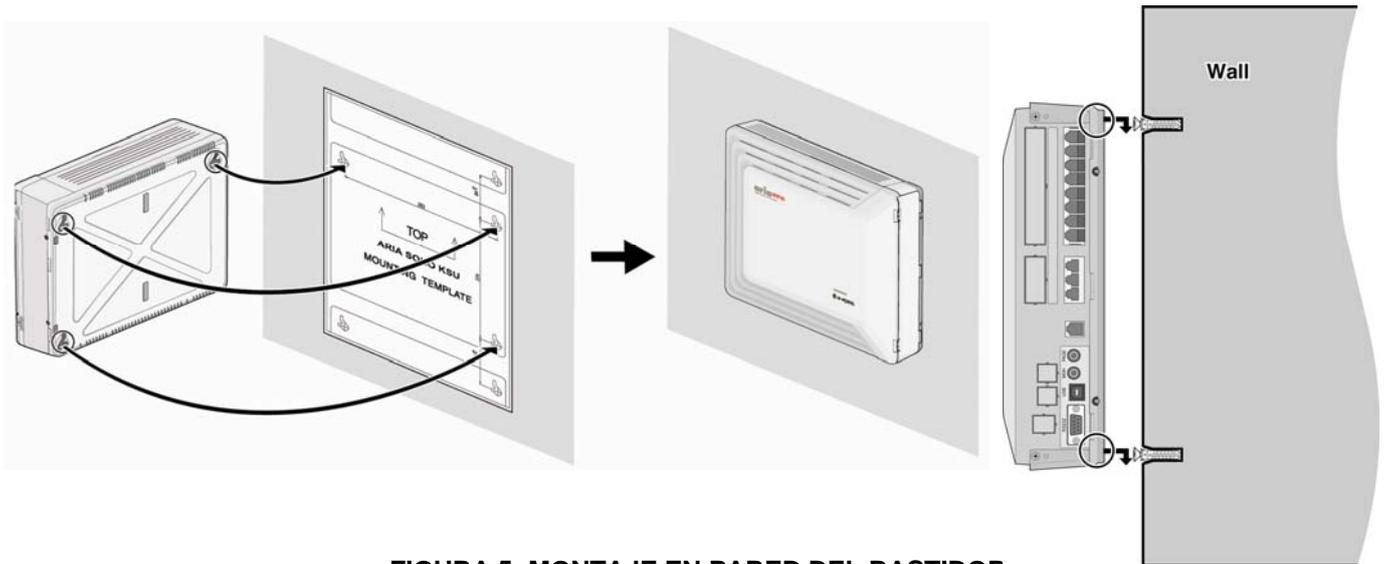

FIGURA 5: MONTAJE EN PARED DEL BASTIDOR
3. Cuelgue el bastidor en los tornillos, asegurándose de que el sistema queda estable (Figura 5).